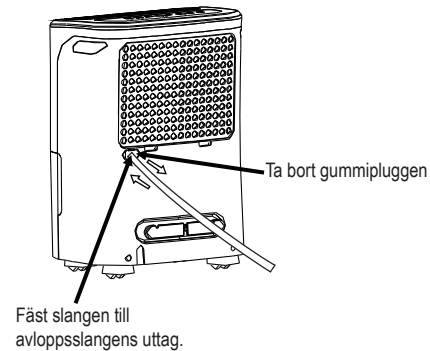

Fig.7
- Avlägsna gummipluggen från vattenbehållarens slanguttag. Anslut en avloppsslang (ID = 13.5mm) och led den till golvvavloppet eller en lämplig dräneringsplats (se Fig.7).